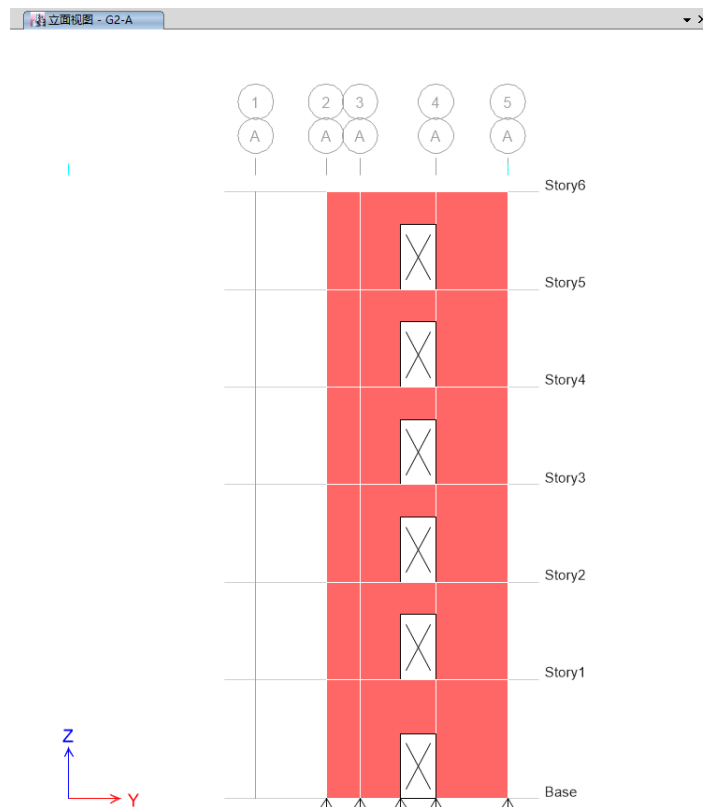

图 4-14 剪力墙开洞效果
- 4) 在立面视图中分别点击轴线 3 和轴线 4 之间的剪力墙完成剪力墙开洞, 开洞后的剪力墙效果如图 4-14 所示。